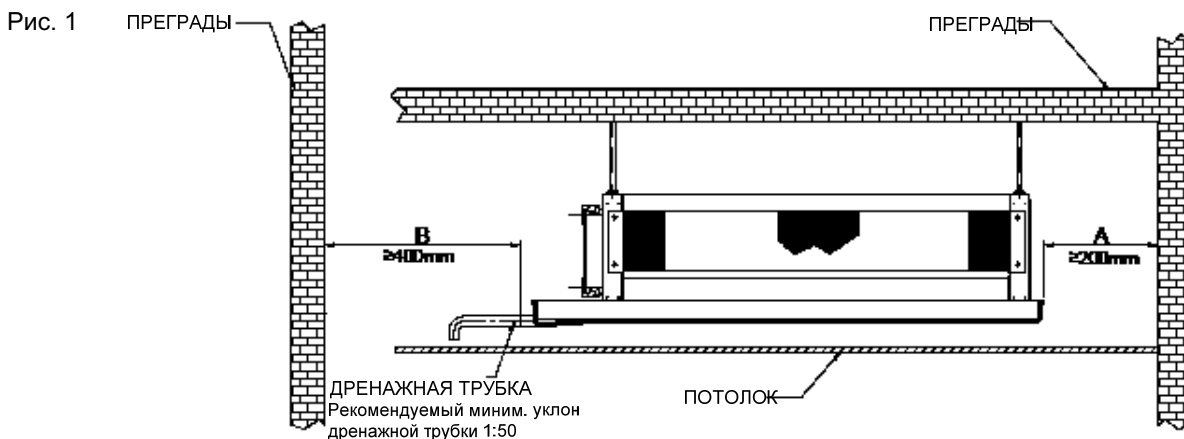

Рис. 2 ФОРМА С ЗАБОРОМ И БЕЗ ЗАБОРА::
2. На верху блока имеются отверстия для подвески. См. рис. 1, рис. 2 и рис. 3.